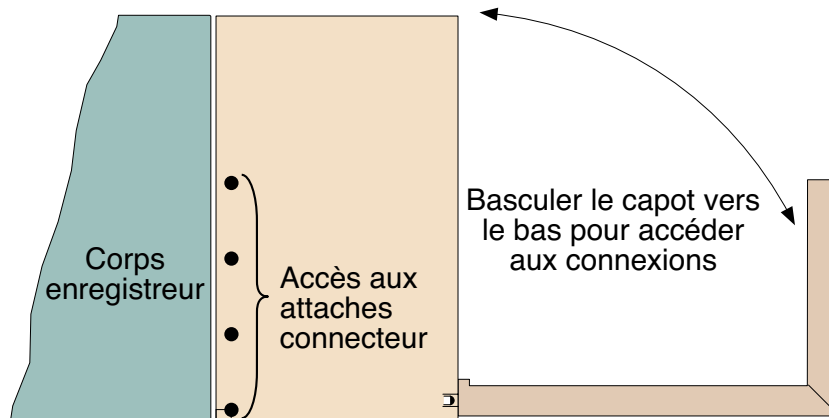
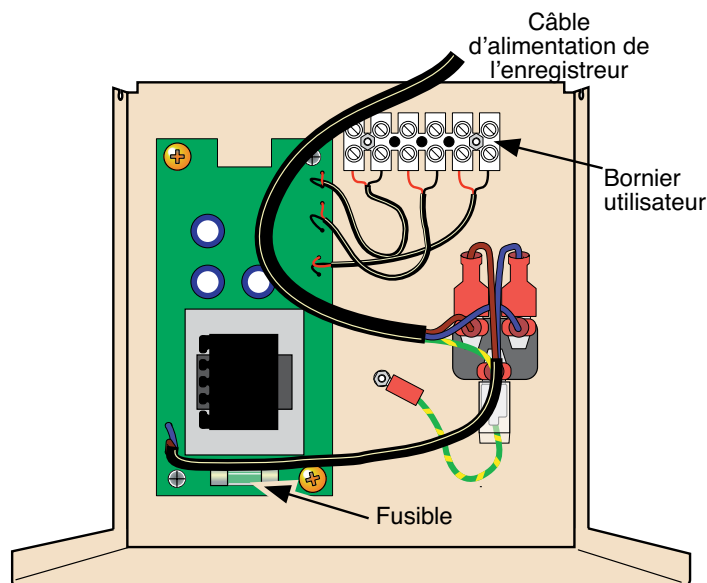

Figure 11.2.2b Intérieur du capot arrière
Figure 11.2.2c Emplacements du fusible et bornier utilisateur
- 3 Basculez le capot (figure 11.2.2b) pour accéder au circuit imprimé et aux connexions utilisateur (figure 11.2.2c).
- 4 La figure 11.2.2c montre l'emplacement du fusible. Le raccordement peut alors s'effectuer comme le montre les figures (figures 11.2.3a/b), ou le capot arrière peut être déposé complètement si vous le désirez, comme le décrit l'étape 5 un peu plus bas.
Nota : Quatre ouvertures de chaque côté du capot du bornier permettent à l'utilisateur d'actionner les attaches qui fixent les connecteurs E/S au panneau arrière de l'enregistreur. Ceci permet de déposer les connecteurs E/S, si, par exemple, l'enregistreur doit être déposé pour une raison ou une autre. La figure 11.2.2b montre la position de ces ouvertures (côté droit montré ; côté gauche similaire).